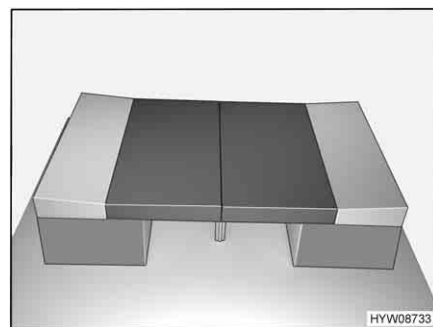

Fig. 41 Dopo la trasformazione
- Sistemare il cuscino del sedile e dello schienale come illustrato nella Fig. 41.